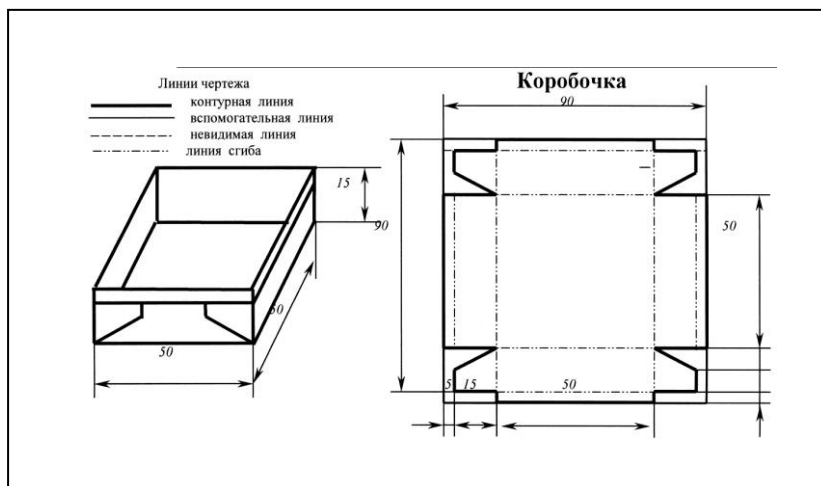

Рис.3
- Что такое чертёж и технический рисунок? Чем они отличаются (рис.3)?
1. Дать понятие о развёртке (рис.3)